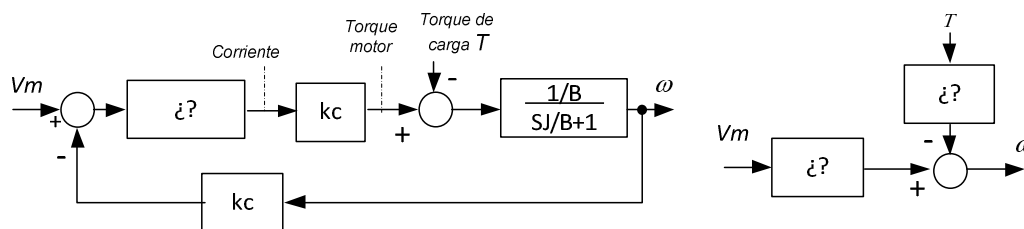

Figura 4: Diagramas de bloques aproximados para el motor
B.1. La Figura 4 corresponde al modelo simplificado del mismo motor, teniendo en cuenta que el polo eléctrico suele ser mucho más rápido que el mecánico, y entonces el primero puede considerarse como un bloque constante frente al segundo. La función de transferencia final del motor (simplificada) resulta de primer orden, con una constante de tiempo del orden de la del polo mecánico del motor.